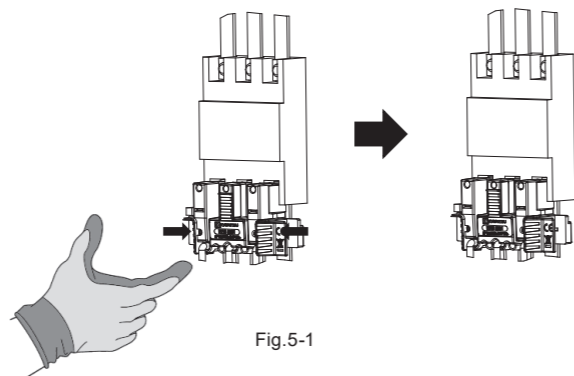

Fig.5-1
- 2 ブレーカ端子本体のバリアの内側(Fig.5-1の矢印部)を両側から押し縮めてください。